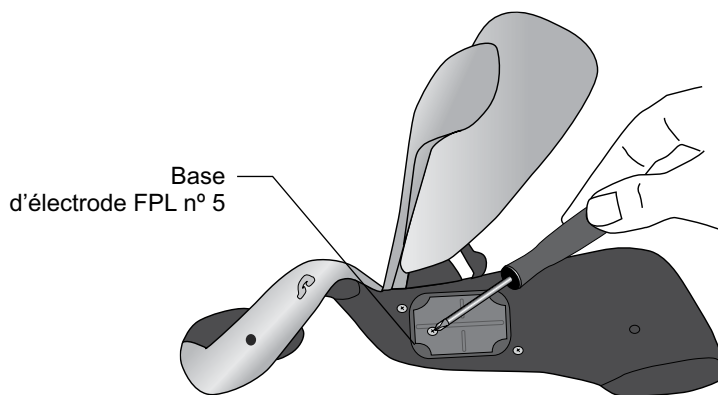

Figure 6-10 : Retrait de la vis de l'électrode FPL n° 5
3. Retirez la vis de la base d'électrode n° 5 FPL de l'orthèse. Ne retirez pas la base d'électrode. Reportez-vous à la Figure 6-10.